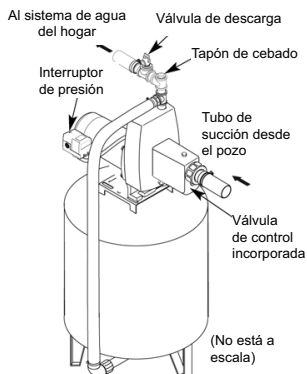

Figura 1: Conexión del tanque precargado
1. Instale una T en el puerto de descarga de la bomba (Consulte la Figura 1). El tamaño de la tubería debe ser al menos del largo del puerto de descarga.